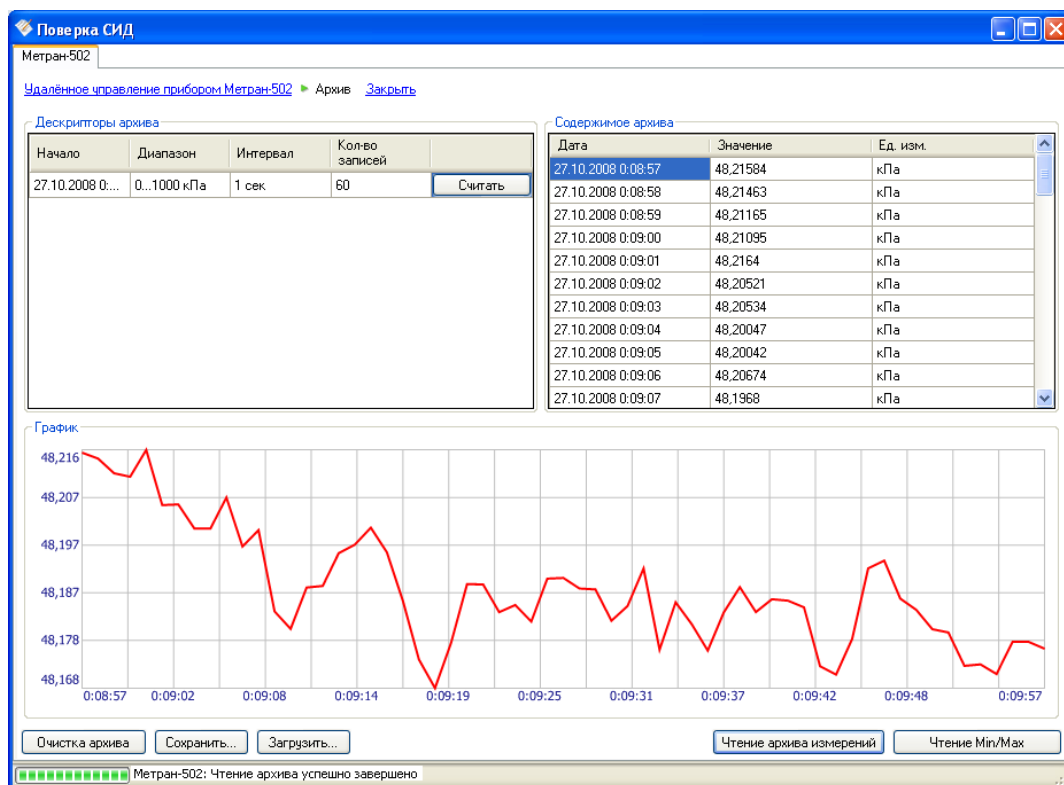

Рисунок 4.81 – Режим чтения архива мониторинга
- Архив (см. Рисунок 4.81);
В окне программы расположены следующие компоненты (см. Рисунок 4.81):
Для просмотра содержимого архива измерений следует нажать кнопку «Чтение архива измерений», в таблице «Дескрипторы архива» выбрать интересующий архив и нажать кнопку «Считать». При этом программа производит чтение архива из памяти калибратора и заполнение таблицы «Содержание архива». Одновременно с заполнением таблицы производится отображение измерений на графике (см. рисунок 4.81).